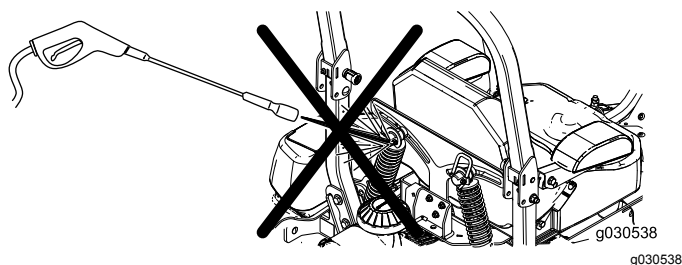

Figura 81
**Nota:** Não limpe os conjuntos dos amortecedores com água sob pressão (Figura 81).